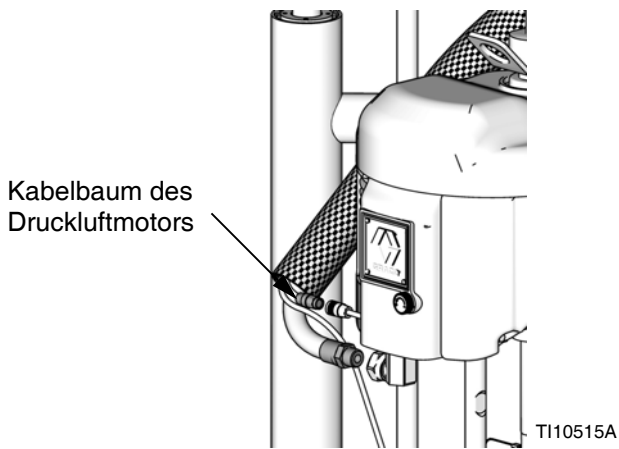
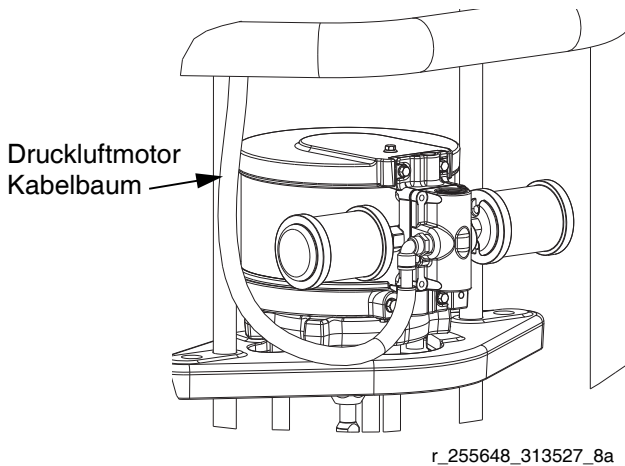
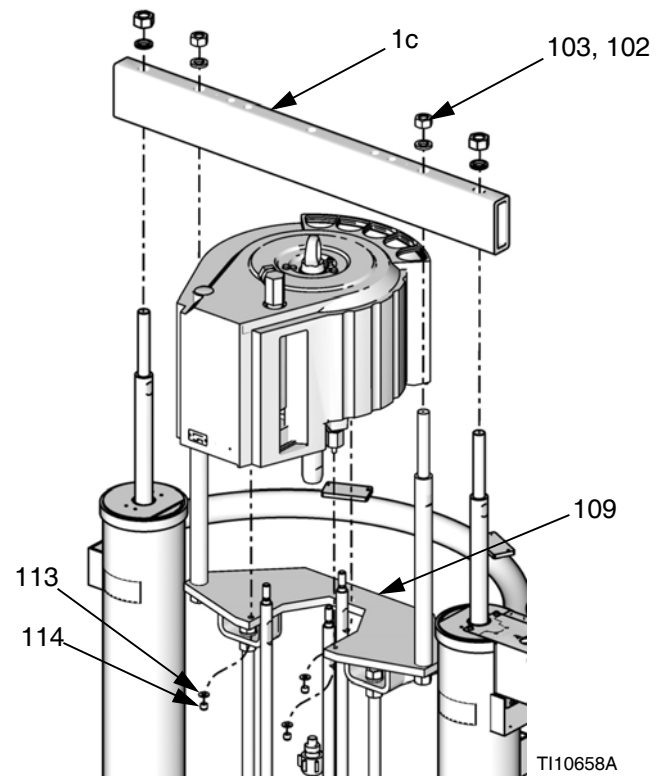

ABB. 22: Kabelbaum NXT 2200-6500 Druckluftmotor
ABB. 23: Kabelbaum NXT 200-1800 Druckluftmotor
ABB. 29: Xtreme XL-Druckluftmotoren
3. Druckluftschlauch an Motor anschließen. Wird Remote DataTrak verwendet, alle elektrischen Verbindungen zum Druckluftmotor wieder herstellen. Siehe ABB. 22 und ABB. 23 auf Seite 26.
1. Geeignetes Hebezeug verwenden, Druckluftmotor auf Befestigungsplatte (109) absenken. Siehe ABB. 29.
2. Motor mit Muttern (114) und Unterlegscheiben (113) an Befestigungsplatte (109) sichern.
3. Querbalken (1c), Muttern (103) und Unterlegscheiben (102) entsprechend einbauen.
5. Druckluftschlauch an Motor anschließen. Wird Remote DataTrak verwendet, alle elektrischen Verbindungen zum Druckluftmotor wieder herstellen. Siehe ABB. 22 auf Seite 26.